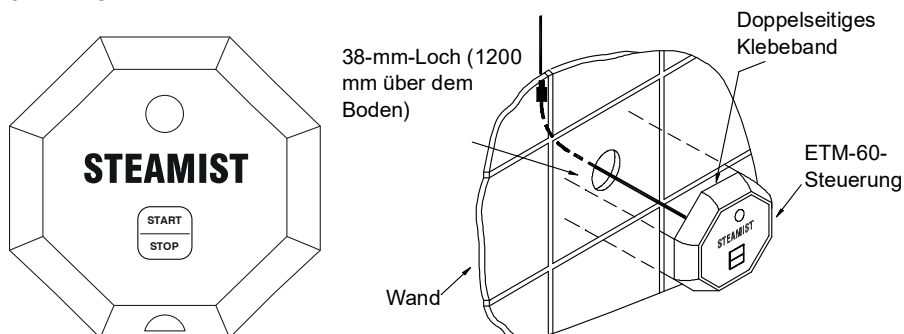

Abbildung 1: Bedienfeld
1. Der Dampfgenerator sollte fest an der Wand oder am Boden befestigt und möglichst nahe der Badewanne oder dem Badezimmer aufgestellt werden. Montieren Sie das Gerät an einer senkrechten Wand, lösen Sie die beiden Schrauben der Abdeckung, schieben Sie die Abdeckung nach oben und befestigen Sie das Gerät an den Löchern oben rechts und links. Bringen Sie Schilder an gut sichtbaren Stellen an und stellen Sie den Generator an einem flexiblen Ort zur Wartung auf. Zur Befestigung siehe Abbildung 1.